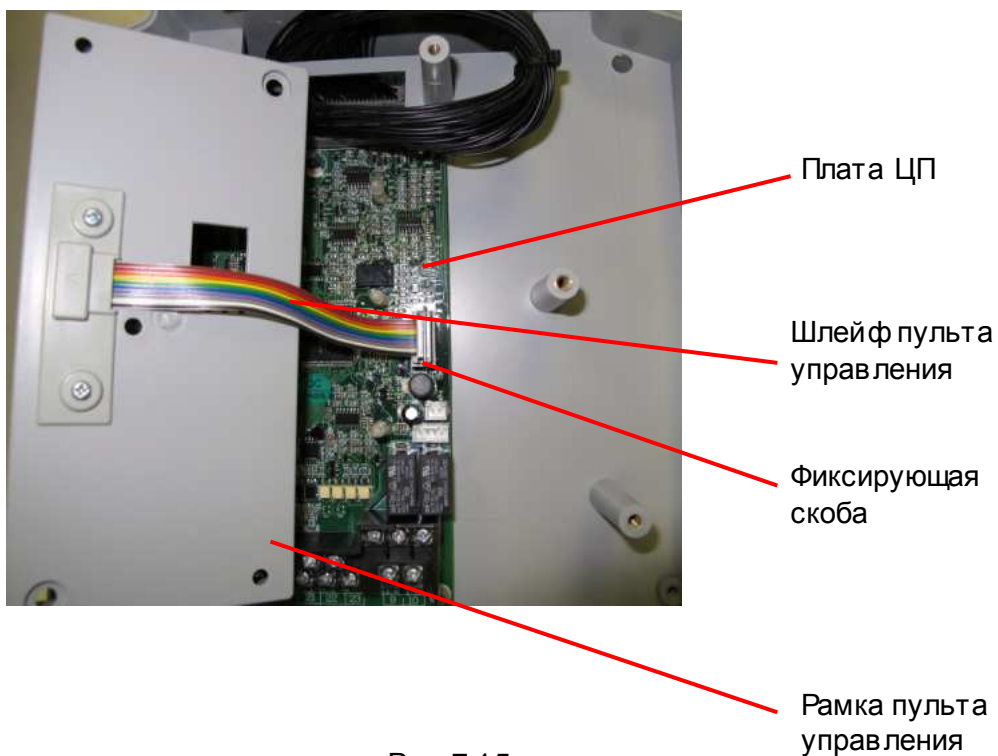

Рис. 7.15
7.8.1. Взять рамку со шлейфом, соединить его разъем с разъемом платы ЦП и закрепить фиксирующей скобой (рис. 7.15).